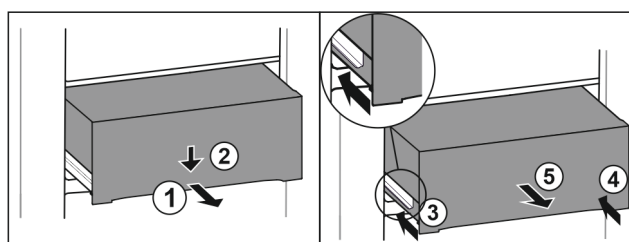

Fig. 149
- ▶ Dra ut utdragslåda till hälften. Fig. 149 (1)
- ▶ Tryck utdragslådan på framsidan nedåt. Fig. 149 (2)
- ▶ Skjut in vänster skena ca 2 cm. Fig. 149 (3)
- ▶ Skjut in höger skena ca 2 cm. Fig. 149 (4)
- ▶ Ta ut utdragslåda genom att dra den framåt. Fig. 149 (5)